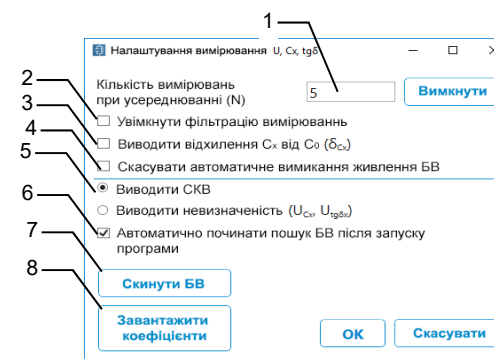

Рисунок 6.5
– При запуску програми автоматично включається БВ. Для запобігання невинного розряду акумулятора передбачено автоматичне відключення БВ, якщо протягом 20 хвилин не проводилися вимірювання (функція відключення блоку вимірювального може бути скасована в налаштуваннях рис. 6.5).
– Вимірювання C_x і $tg\delta_x$ виконується з накопиченням результатів вимірювань. Для установки кількості накопичуваних вимірів клацнути по кнопці "Налаштування" (рисунок 6.2, поз.9) і у вікні, що з'явиться, (рисунок 6.5) ввести необхідну кількість вимірювань в поле (поз.1) (рекомендоване число накопичуваних вимірювань - 5).